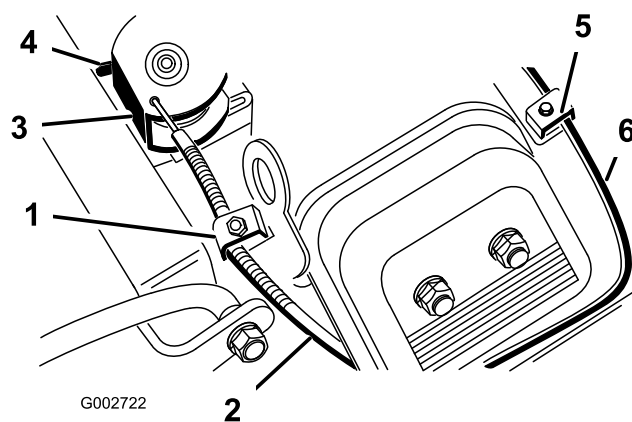

Figure 36
2. Desserrez la vis du collier qui raccorde le câble au moteur (Figure 36).
4. Tirez fermement sur le câble d'accélérateur jusqu'à ce que l'arrière du pivot atteigne la butée (Figure 36).
4. Tirez fermement sur le câble de starter (Figure 36), jusqu'à ce que le papillon soit complètement fermé, puis serrez la vis du collier de câble.